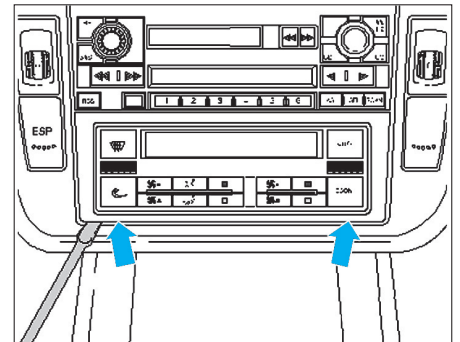

Fig. 60
- Dégrafer l'écran de l'appareil de commande de climatiseur à l'aide d'un tournevis et dégrafer l'embase avec précaution (Fig.60).